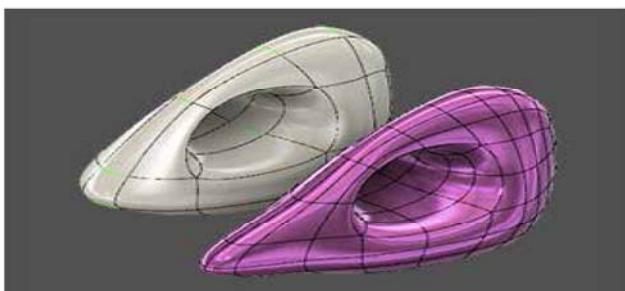

图 2-105
(3) 细分：将一个或多个面划分为面的子集（见图 2-105）。选择要分割的面，按住 Ctrl 键（Windows）或 Command 键（Mac）以选择多个面。